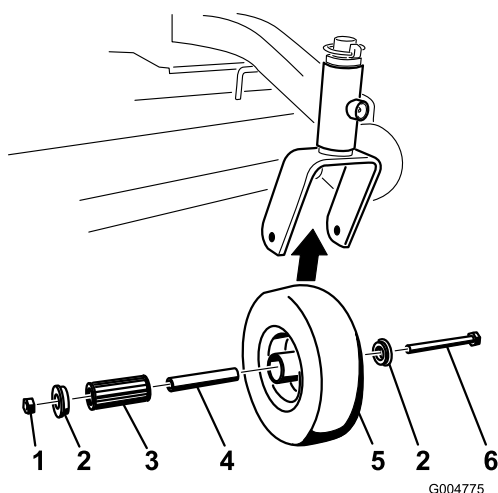

Figura 35
1. Togliete il dado di bloccaggio e il bullone della ruota che sostiene la ruota orientabile sulla forcella orientabile (Figura 35).
2. Togliete una boccola, quindi estraete la boccola chiave e il cuscinetto a rulli dal mozzo della ruota (Figura 35).
3. Togliete l'altra boccola dal mozzo della ruota e pulite via l'eventuale grasso o sporcizia presenti sul mozzo della ruota (Figura 35).
verificarne l'usura. Sostituite eventuali parti difettose o usurate (Figura 35).
5. Per il montaggio, collocate una boccola nel mozzo della ruota. Lubrificate il cuscinetto a rulli e il cuscinetto chiave e fateli scorrere nel mozzo della ruota. Posizionate la seconda boccola nel mozzo della ruota (Figura 35).
6. Montate la ruota orientabile nella forcella orientabile e fissatela con il bullone della ruota e il dado di bloccaggio. Serrate il dado di bloccaggio finché la boccola chiave tocca in fondo l'interno delle forcelle orientabili (Figura 35).